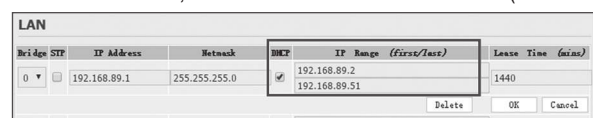

Fig. 2
5. Stellen Sie sicher, dass die DHCP-Funktion aktiviert ist. (siehe Abb. 2)